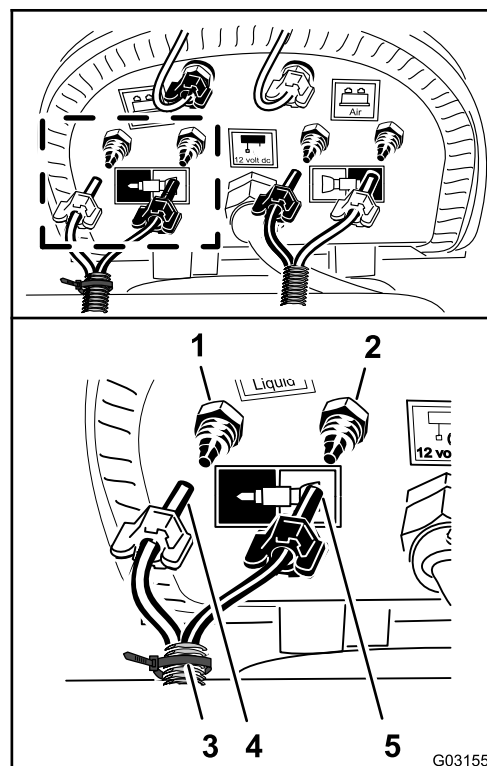

Figure 145
1. Branchez le tube doté du serre-câble que vous avez préparé à l'opération 9 de Préparation des nouveaux tubes pour les buses du traceur à mousse (page 16) en reliant le tube bleu pour la section de pulvérisation droite au raccord à compression pour le circuit d'eau de la section de pulvérisation droite (Figure 145).
2. Vissez l'écrou à compression du tube sur le raccord à la main (Figure 145).
3. Branchez le tube transparent de la section de pulvérisation droite au raccord à compression du circuit d'air de la section de pulvérisation droite (Figure 145).
4. Vissez l'écrou à compression du tube sur le raccord à la main (Figure 145).